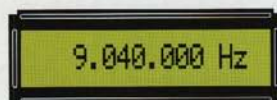

Figure 13 : Comme la fréquence fondamentale d'un quartz de 27 120 000 Hz en troisième harmonique est de 9 040 000 Hz, vous devez taper ce nombre au clavier.
- allumez le **Générateur DDS** puis, sachant que la **fréquence fondamentale** du quartz choisi est de l'ordre de **9 040 000 Hz**, tapez sur le **clavier** ce nombre (voir figure 13) ;